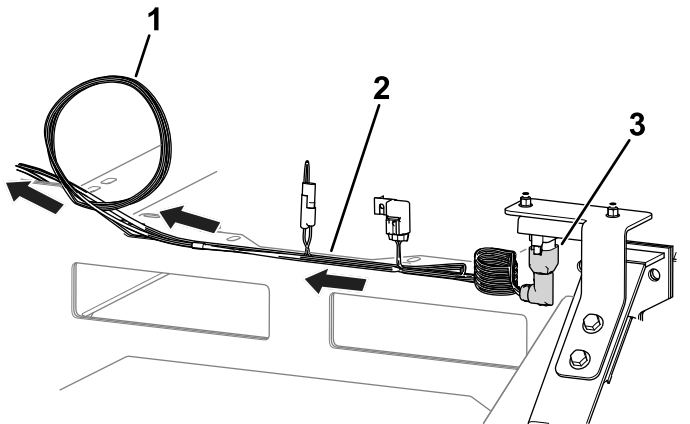

Figura 4
4. Instale el conector del arnés de cables marcado P02 en el sensor de pendientes (Figura 4).
5. Enrute el arnés de cables hacia el panel de control (Figura 4) y asegúrese de que está sujeto y alejado de cualquier pieza móvil o punto de aprisionamiento.
6. Enrolle la parte sobrante del arnés de cables a la izquierda del panel de control (Figura 4).